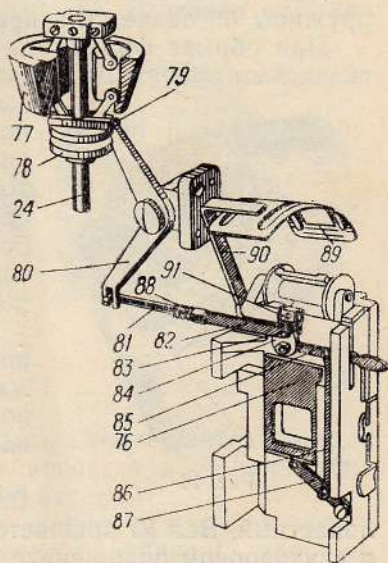

Рис. 12
**Противопожарная заслонка.** В направляющих основания фильмового канала со стороны источника света установлена противопожарная заслонка 76 (рис. 12), которая предотвращает попадание света на фильм при неработающем кинопроекторе и при обрыве фильма на участке между тянущим и скачковым зубчатыми барабанами.